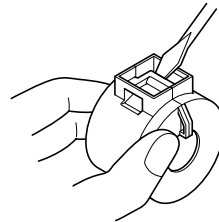

Abb. 3-1
- Gli anelli di ferrite sono confezionati aperti, come mostrato in Fig. 3-2. Se si trova uno degli anelli di ferrite chiuso, aprirlo utilizzando un oggetto appuntito per far leva sul dispositivo di chiusura di plastica dell'anello di ferrite (Fig. 3-1). Fare attenzione a non danneggiare il nucleo di ferrite o il dispositivo di chiusura di plastica.